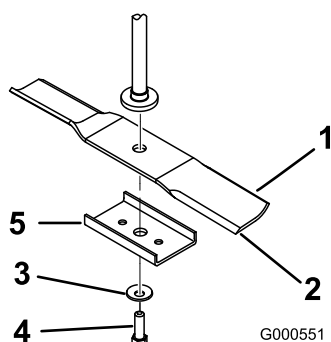

Figura 36
Tenete l'estremità della lama con un cencio o un guanto bene imbottito. Togliete il bullone, la rondella curva, il rinforzo della lama e quest'ultima dall'asse del fusello (Figura 36).
1. Montate la lama sull'asse del fusello (Figura 36).
2. Montate il rinforzo della lama, la rondella curva (lato concavo verso la lama) ed il bullone della lama (Figura 36).